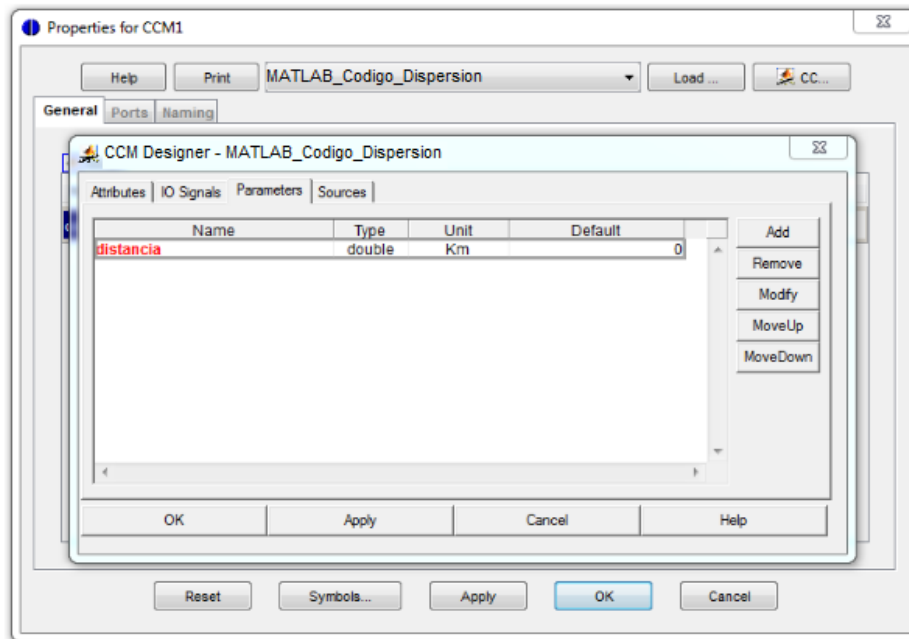

Figura 11. CCM Designer Opción Parameters.
11. Si se desea agregar o editar parámetros al bloque de Matlab creado, se presiona en la opción CC que corresponde al logo de Matlab, con el fin de editar los puertos y parámetros de acuerdo a las características del enlace. Una gran ventaja que presenta este tipo de módulo creado, es que en cualquier momento se pueden cambiar los parámetros del CCM, así como lo permite cualquier otro componente de OptSim. Esto se hace en la sección *parameters* dentro de la ventana de CCM DESIGNER explicada anteriormente, como se observa en la figura 11.